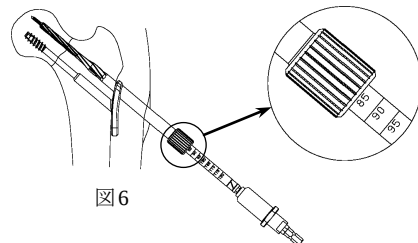

図6
- 6) 計測値より10mm の位置までリーミングを行います。プレートが骨面に密着していれば、挿入深さはネジ式リーマースリーブ後端で計測できます。(図6)